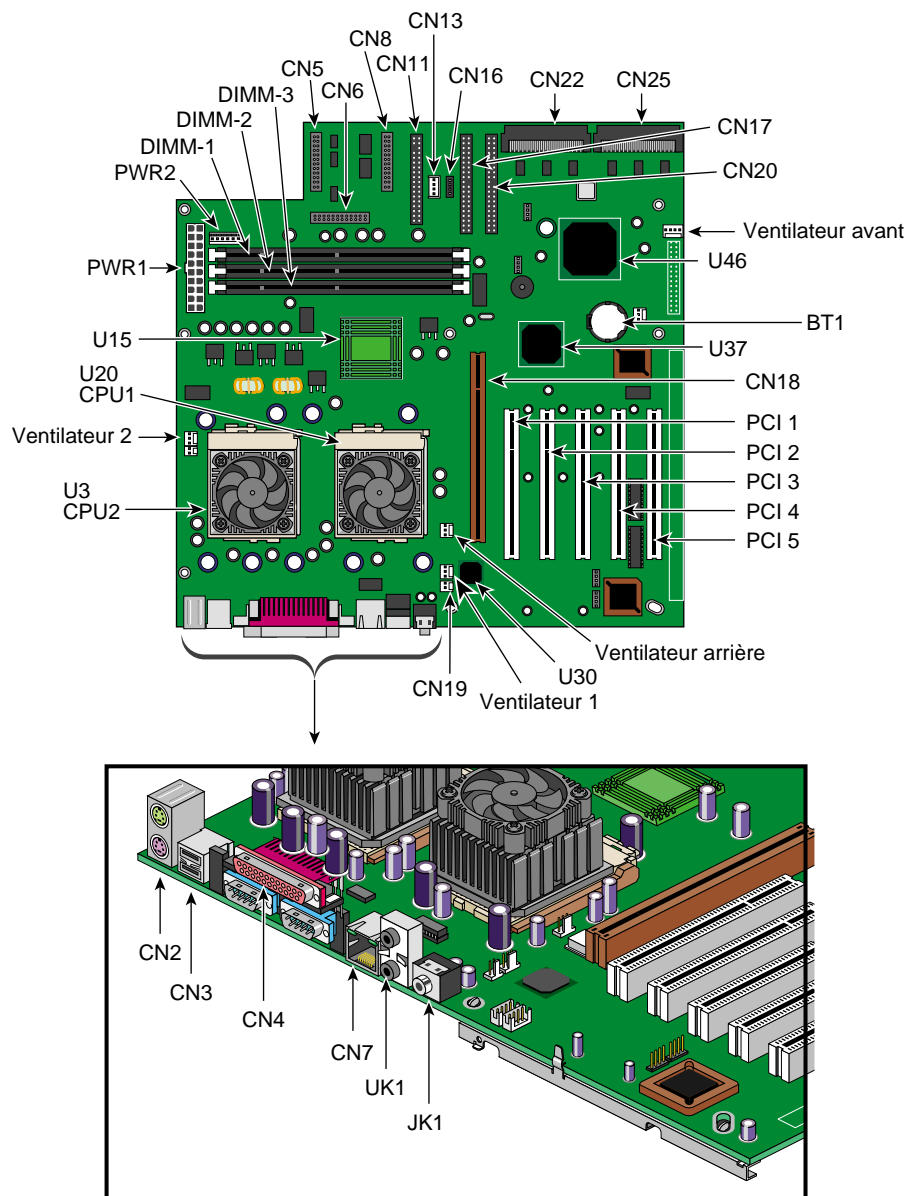

Figure 3-1 Disposition de la carte mère
La Figure 3-1 montre la position des connecteurs sur la carte mère.
Le Tableau 3-1 fournit une description des connecteurs de la carte mère (voir Figure 3-1).
5. Brancher les câbles des ventilateurs/radiateurs à 3 et 2 broches à la carte mère. La Figure 3-1 page 62 montre la position des connexions du câble des ventilateurs/radiateurs.